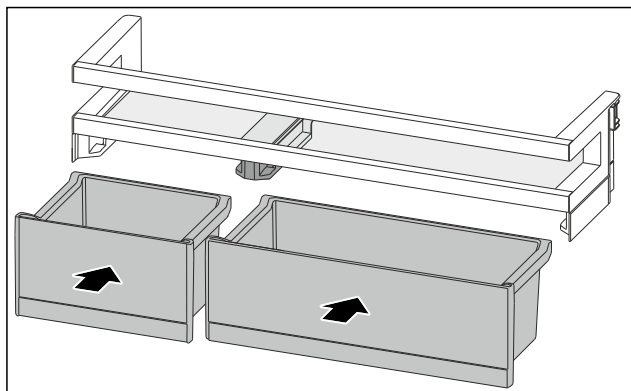

Fig. 115
- Vložte zásuvky VarioBox v zamenenom usporiadaní. (pozri Fig. 115)